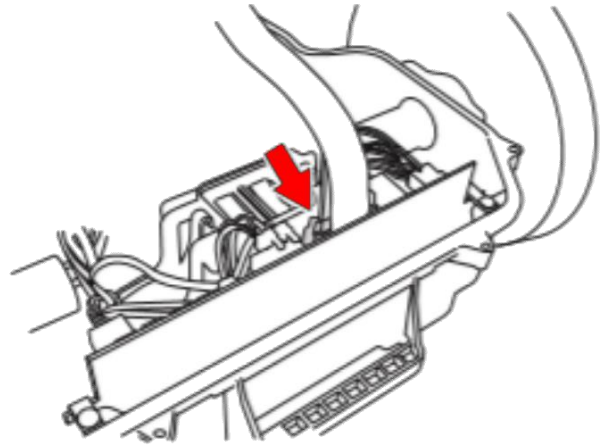

Abbildung 3
4. Trennen Sie das HMI-Kabel vom Hauptdruck. Dies ist in Abbildung 3 durch einen Pfeil gekennzeichnet.